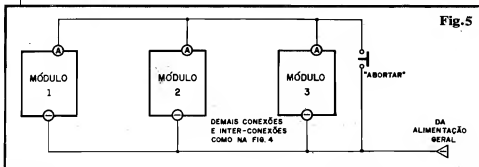

Fig. 5
- FIG. 5 - INSTALANDO O CONTRÔLE DE "ABORTAR" -
A solução de interrupção adotada no diagrama da fig. 5 faz com que, qualquer que seja o MÓDULO momentaneamente ativo (em Temporização...) o processo seja interrompido naquela fase...
- 6-B - O "abortamento" individual e localizado pode ser facilmente conseguido, dotando cada MÓDULO do conveniente push-button N.A. entre seus terminais "A" e "-". Dessa forma, qualquer das fases do processo poderá ser interrompida ou "encurtada" (sempre lembrando, contudo, que o "fim" da fase num MÓDULO qualquer, ocasionará o "início" da fase correspondente ao MÓDULO seguinte, a menos que seja usado o método de "aborto coletivo" diagramado na fig. 5...).
Alguns exemplos: usando-se com inteligência alguns simples diodos isoladores, os comandos propostos nas figs. 5 e 6-B poderão ser conjuntamente implementados, proporcionando a opção de "abortamento coletivo" ou "abortamento individual", o que poderá ser bastante conveniente em alguns processos mais complexos... Outras possibilidades: micro-switches ou mesmo sensores eletrônicos especializados (desde que atndam às necessidades de "pulso negativo" nos comandos dos terminais "E" e "A" dos MÓDULOS...) também podem - com o auxílio de inteligentes matrizes de diodos isoladores e "lógicos", automaticamente comandar alterações ou "desvios" previamente planejados na sequência ou no "anel" de eventos!